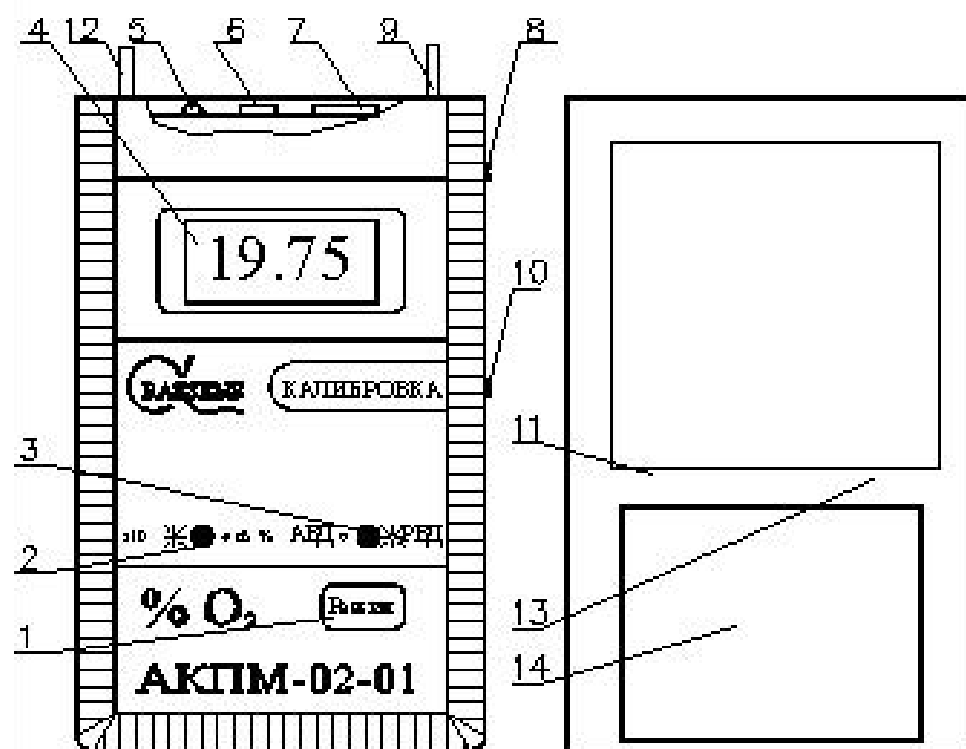
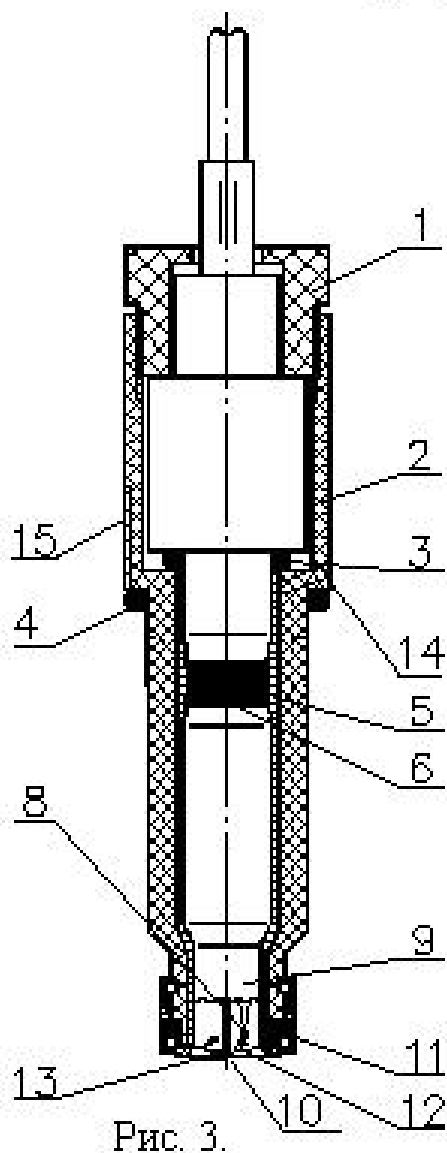

Рис. 2.
Рис. 3.
12.1. Сборка (см. рис. 3).
12.1.2. Отвинтить гайку 1 (см. рис. 3) и вынуть электролитическую ячейку.
12.1.7. Установить кольцо 4 на боковую поверхность корпуса 2 амперометрического сенсора (см. рис. 3) и подсоединить вилку амперометрического сенсора к розетке 7 (см. рис. 2) анализатора.
12.2.1. Проверить наличие кольца 4 (см. рис. 3) на корпусе 2 амперометрического сенсора.
12.4.2. Вылить раствор электролита из корпуса 2 (см. рис. 3), промыть дистиллированной водой и тщательно просушить корпус.